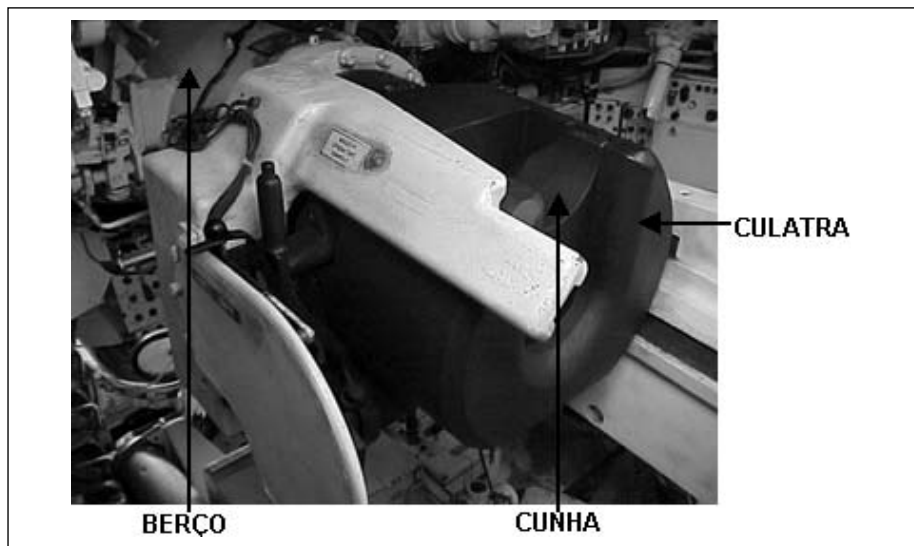

Fig 4-30. Culatra
d. O conjunto do Can formado pela armação e berço, mantém o Can nos mancais. Proporciona, também, suporte para a culatra e mecanismo de tiro, reparo da Mtr coaxial 7,62 mm, luneta M105D e proteção do recuo. O berço forma a parte exterior do mecanismo de recuo do Can. Quando atira, o Can pode recuar de 30,5 a 34,3 cm (Fig 4-30).